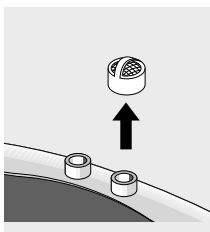

Figura 28
- Quite el tapón del filtro. (Figura 28)